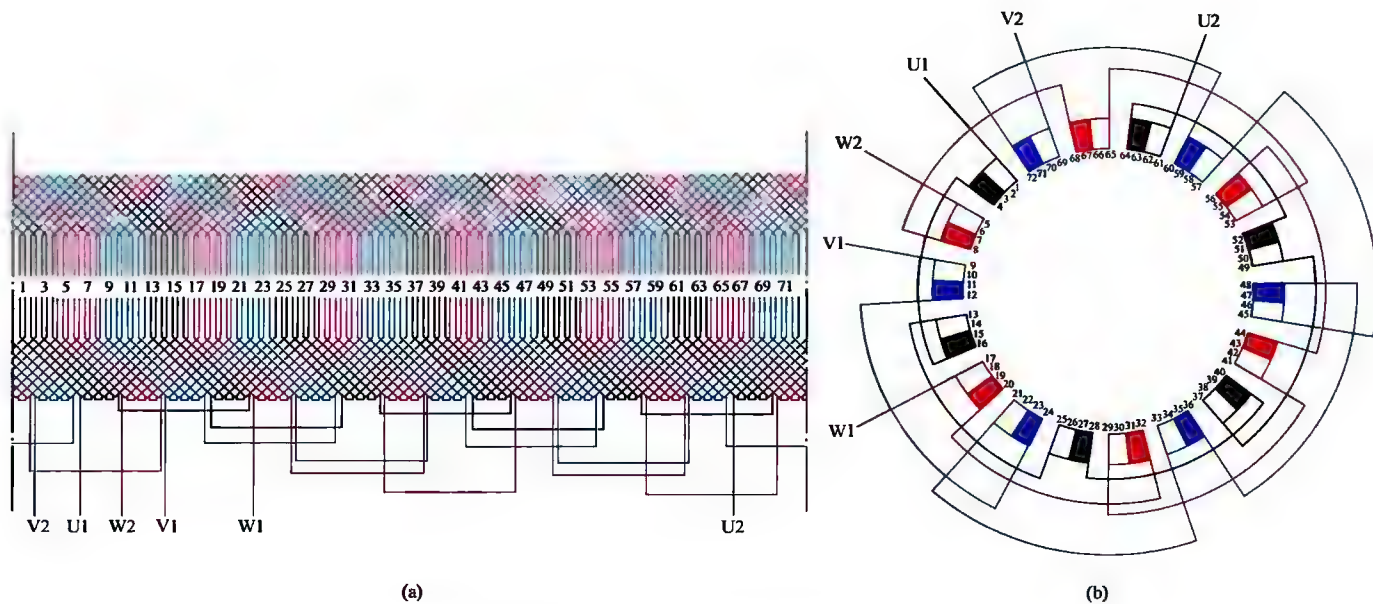

图 1-72 三相 6 极 72 槽双层叠绕组 1 路接法
72. 三相 6 极 72 槽双层叠绕组 1 路接法展开图与接线圆图 (见图 1-72)